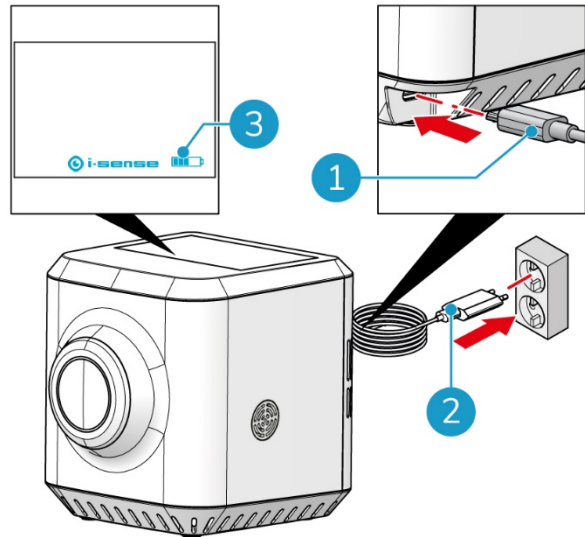

Figura 6
1. Collegare il cavo USB alla porta USB (Figura 6, posizione 1).
2. Collegare il caricabatterie a una presa a muro (Figura 6, posizione 2).
3. Lo schermo mostrerà la carica della batteria o USB (Figura 6, posizione 3).